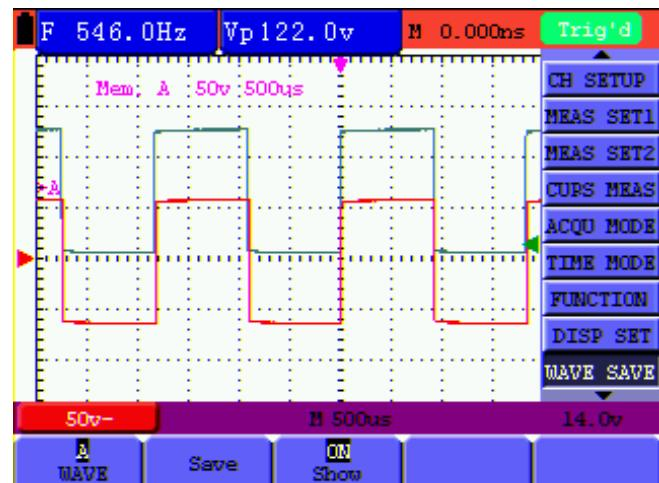

Рисунок 52. Сохранение осцилограммы
5. Нажмите кнопку **F4**, чтобы включить отображение осцилограммы, сохраненной по указанному адресу, на дисплее. Осцилограмма, сохраненная по адресу A, будет показана на дисплее зеленым цветом, а ее нулевой уровень, значения напряжения и времени – лиловым цветом (см. рисунок 52).